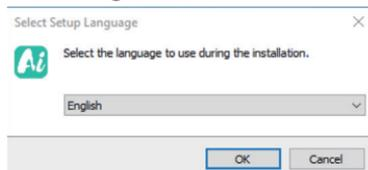

Figura 3
3.1.2 Seleccione "Idioma de configuración", como se muestra en la Figura 3: